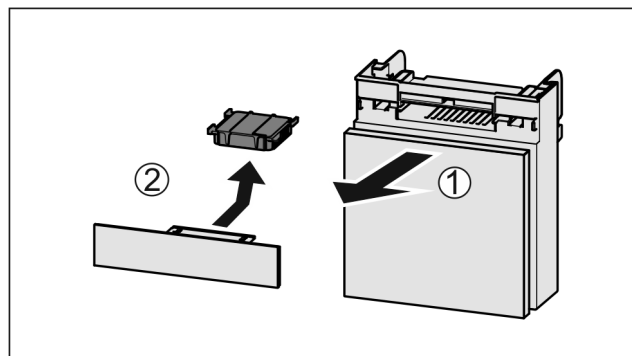

Fig. 200
- Extraire le compartiment par l'avant Fig. 200 (1).
- Sortir le filtre à charbon actif Fig. 200 (2).